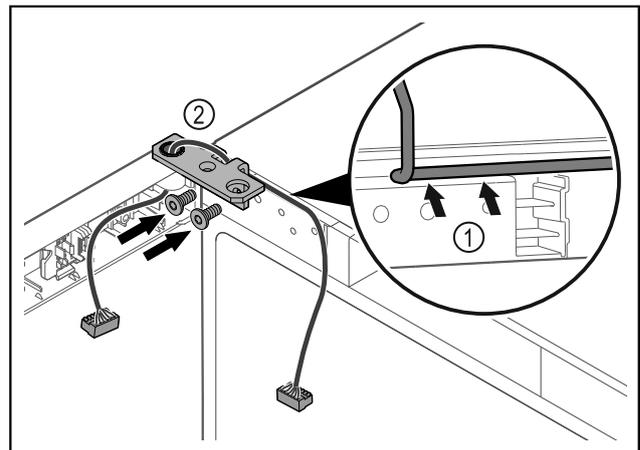

Fig. 58
- ▶ Кабель провести через виїмку шарнірного кутика і обережно прокласти Fig. 58 (1).
- ▶ Накрутити шарнірний кутик Fig. 58 (2).